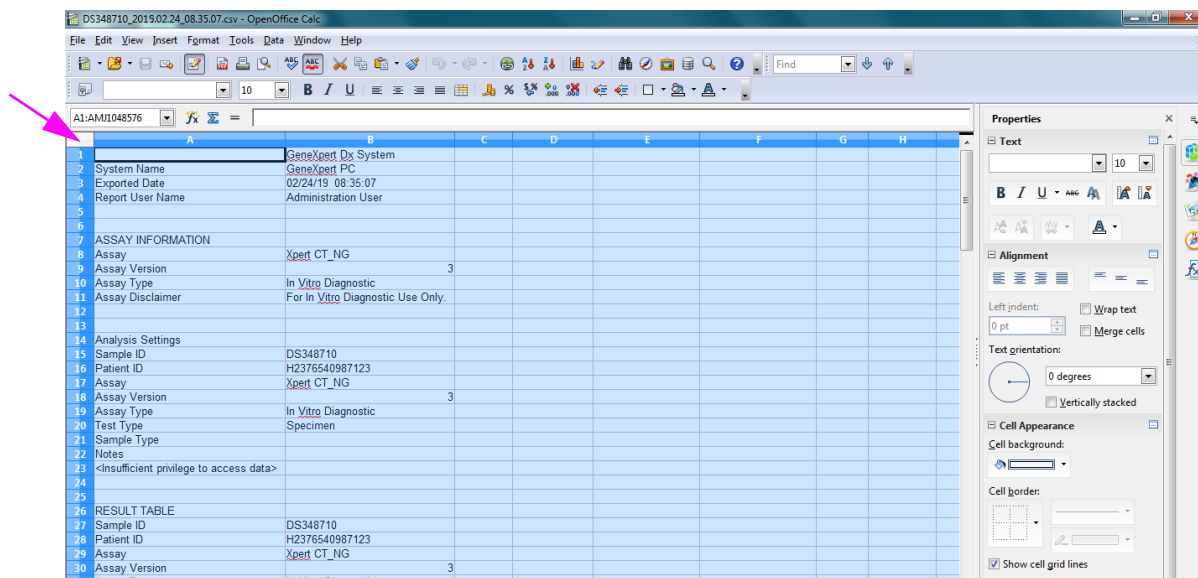

Figura D-5. Toate celulele selectate
6. După efectuarea selecțiilor, faceți clic pe **OK**. Se va afișa fișierul .csv. Consultați Figura D-5.
7. După deschiderea fișierului, faceți clic pe colțul din stânga sus al foii de lucru pentru a evidenția toate celulele, așa cum se arată în Figura D-5.